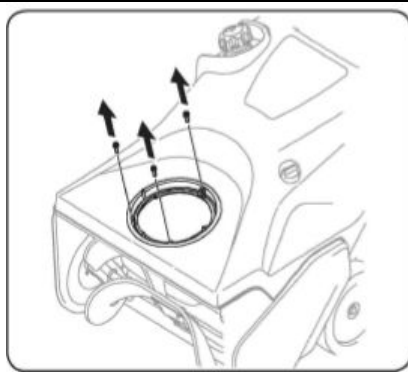

Рис. 4
2. Отверните и извлеките винты из основы. Рис. 4.